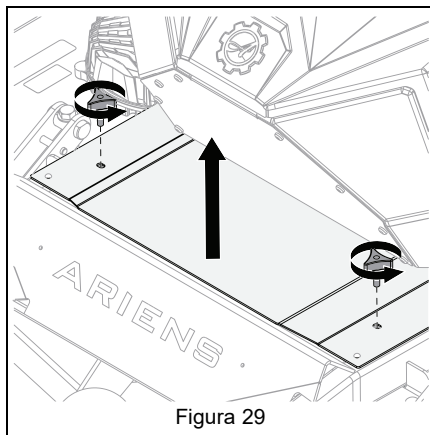

Figura 29
5. Rimuovere il pannello di accesso. Vedere Figura 29.